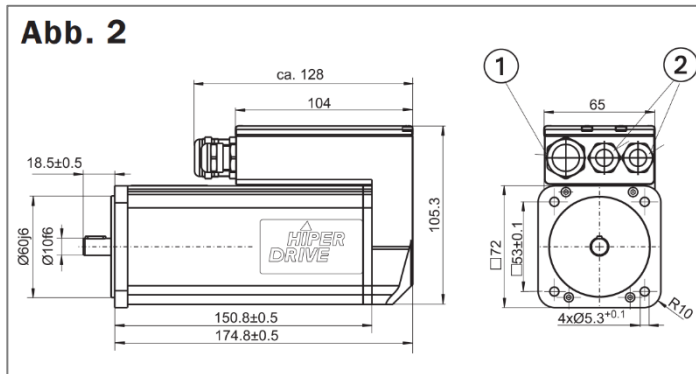

Abbildung 2: Anschluss Spannungsversorgung
- ① (Kabelverschraubung 1xM20) und der Busleitungen
- ② (Kabelverschraubungen 2xM16) über den Busadapter (**Abb. 2**):